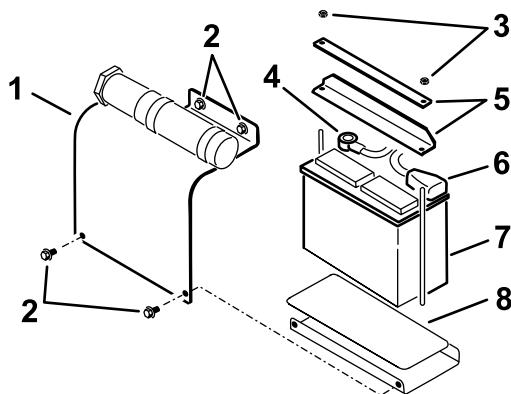

Figura 35
3. Retire la tapa de la batería (Figura 35)
4. Retire las tuercas y las pletinas que sujetan la batería (Figura 35).
5. Desconecte el cable negativo (negro) del borne negativo (-) de la batería (Figura 35).
6. Desconecte el cable positivo (rojo) del borne positivo (+) de la batería (Figura 35).
1. Instale la batería en la plataforma (Figura 35).
2. Sujete la batería al chasis con las pletinas y las tuercas que se retiraron anteriormente (Figura 35).
3. Usando las fijaciones que retiró anteriormente, conecte el cable positivo (rojo) al borne positivo (+) de la batería (Figura 35).
5. Usando las fijaciones que retiró anteriormente, conecte el cable negativo (negro) al borne negativo (-) de la batería (Figura 35).
6. Coloque la tapa de la batería (Figura 35).